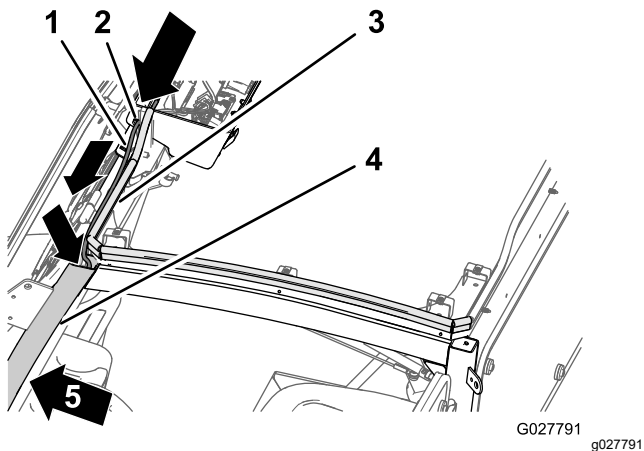
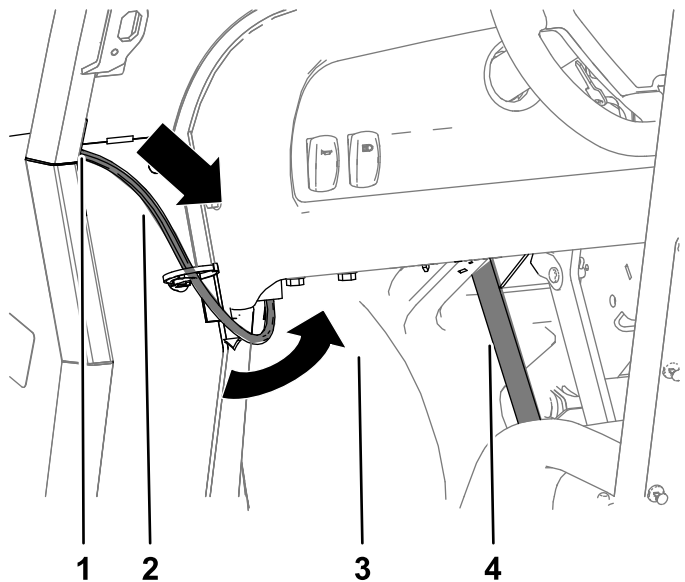
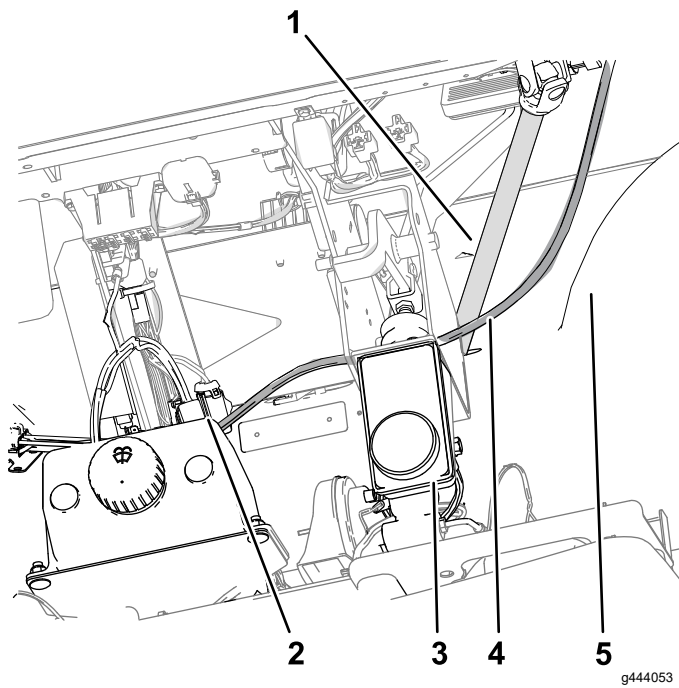

Figura 39
Figura 40
Figura 41
- Enrute la manguera a la izquierda de la consola superior a lo largo del burlete en la parte delantera del bastidor de la cabina (Figura 39).
abajo hasta el orificio de la parte inferior del pilar (Figura 39 y Figura 40).
- Enrute el extremo libre de la manguera hacia delante, entre el guardabarros y la columna de dirección (Figura 40 y Figura 41).
4. Enrute el extremo libre de la manguera hacia dentro, hacia el depósito de líquido del lavaparabrisas (Figura 41).